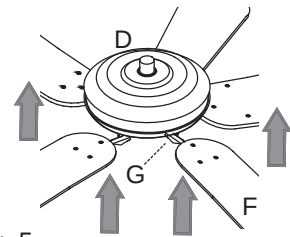

Fig. 5
5. Introduzca los demás tornillos del motor (K), junto con las arandelas de seguridad (M). [Fig. 5] Apriete bien todos los tornillos del motor (K).